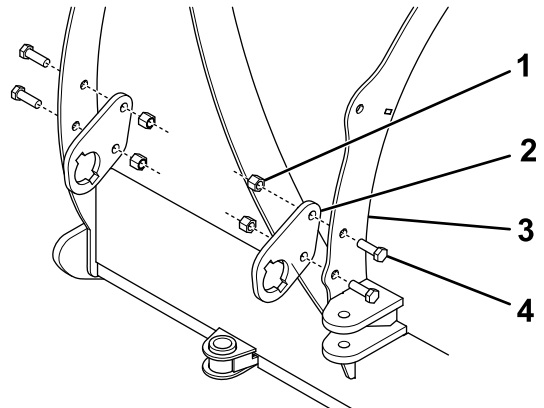

**Figura 4**
8. Conecte una de las guías que se retiraron anteriormente de la pala al soporte del muelle (Figura 4), y apriete los pernos a 19 N·m (14 pies-libra).